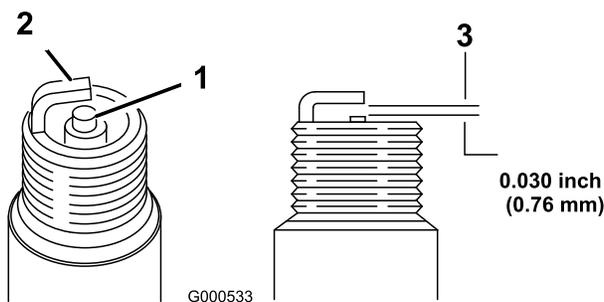

Figure 21
- Réglez l'écartement des électrodes à 0,76 mm (0,030") (Figure 21).